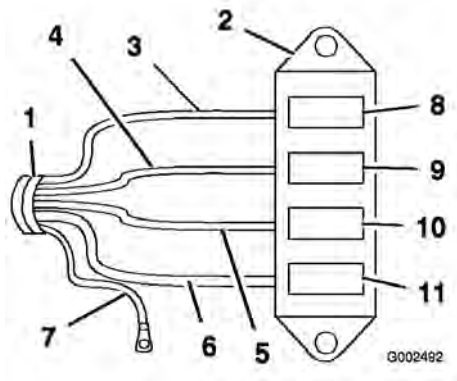

Bild 7
- Schließen Sie den Kabelbaum am Sicherungsblock an, indem Sie die Drähte am Kabelbaum an die entsprechenden Drahtstecker hinten am Sicherungsbaum anschließen (Bild 7).